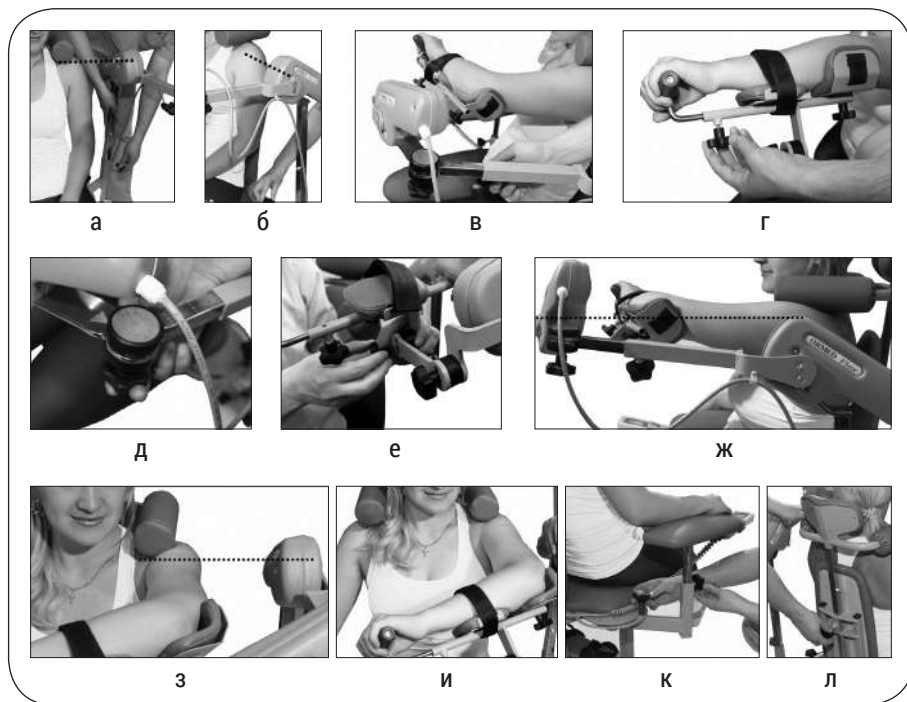

Рисунок 7.2 – Подстройка аппарата под пациента
2. Ослабить фиксаторы высоты (11) и угла отведения/приведения (9) (см. рис.4.1). Отрегулировать положения мотора А таким образом, чтобы ось мотора А совпала с центром плечевого сустава (рис.7.2а и 7.2б). Зафиксировать положение.
3. Ослабить фиксатор длины плеча (24), придерживая мотор В, выдвинуть его на расстояние, при котором локоть будет лежать на упоре локтя (34). Зафиксировать положение (рис. 7.2в).
4. Ослабить фиксатор длины предплечья (27), выдвинуть рукоятку (28) так, чтобы предплечье можно было легко разместить между упором локтя (34) и рукояткой (28). Зафиксировать положение (рис. 7.2г).
5. Ослабить фиксатор регулятора угла сгибания локтя (26), отрегулировать угол сгиба локтя. Зафиксировать положение (рис. 7.2д).
6. Ослабить фиксаторы (29) механизма переворота (22), отрегулировать совмещение оси локтевого сустава с осью мотора В и зафиксировать положение (рис. 7.2е).
7. Убедитесь, что ось мотора В, центр локтевого сустава и плечевого сустава находятся на одной линии. Оси мотора А и плечевого сустава находятся на одном уровне (рис. 7.2ж и 7.2з). При необходимости, подкорректировать настройки по п.2...6 раздела 7.3.
8. Зафиксировать предплечье ремнем. Оно должно полностью лежать на лотке (рис. 7.2и).
10. Ослабить фиксатор (33) (см. рис. 4.1) и настроить высоту ограничителя плеча (рис. 7.2л). Ограничитель плеча используется при сгибании до 100 градусов. При угле сгибания более 100 градусов ограничитель не используется.